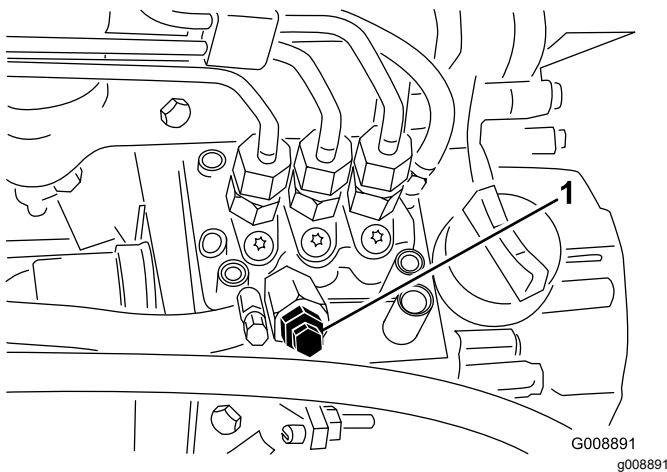

Рисунок 48
4. Выверните винт стравливания воздуха из насоса для впрыска топлива (Рисунок 48).